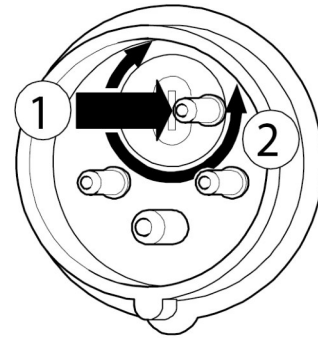

Fig. 12: Cambio de la dirección de rotación del motor
Paso 8: Ajuste la banda de lijado girando el tornillo de ajuste. Ben (Fig. 12).
Paso 9: Ajuste el funcionamiento de la banda de lijado girando la Coloque los tornillos de ajuste (Fig. 12) en el medio.